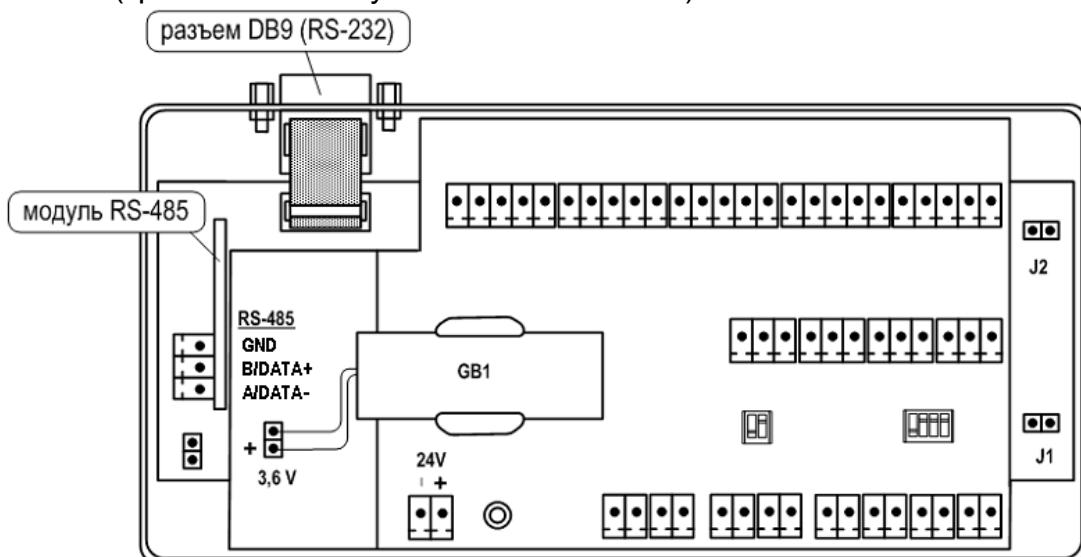

Рис.11. Размещение интерфейсных разъемов тепловычислителя.
6.3.1.1. Для связи с внешними устройствами в тепловычислитеle преду-смотрены последовательные интерфейсы RS-232, RS-485. Размещение интерфейсных разъемов в отсеках ТВ показано на рис.11 (крышки отсеков условно не показаны).